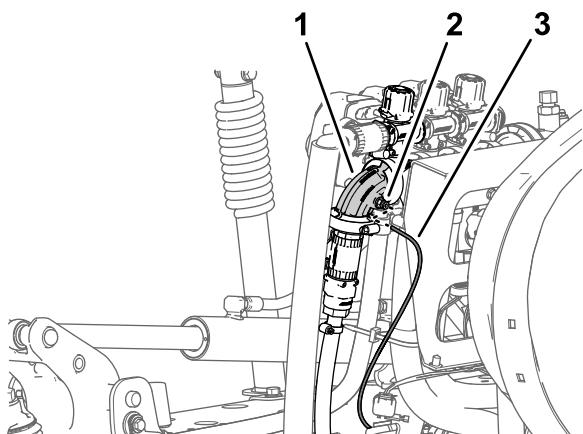

Figura 30
1. Pressione o anel no acoplador do tubo no cotovelo a 90° da válvula da secção de pulverização direita (Figura 30).
2. Puxe o tubo sensor de pressão do indicador no painel do acoplador do tubo (Figura 30).